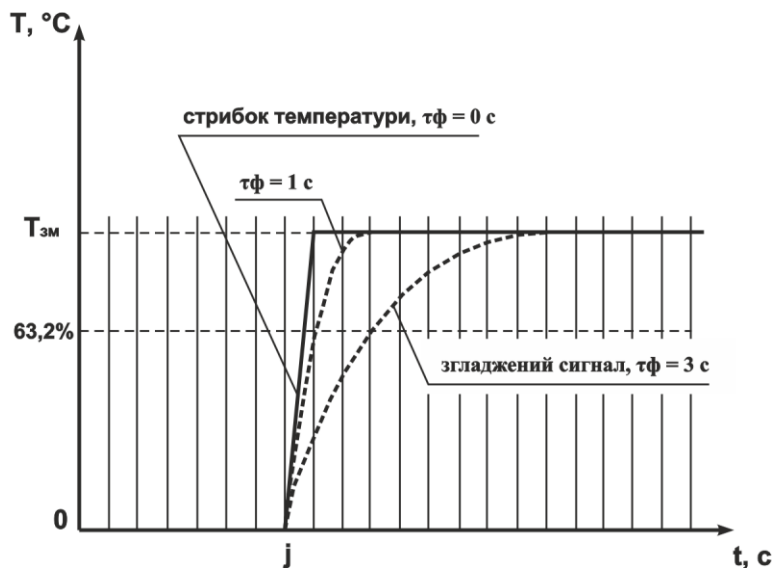

Рисунок 4
**2.2.6.2** Цифровий фільтр усуває шумові складові сигналу, здійснюючи його експоненціальне згладжування. Основною характеристикою експоненціального фільтру є « $\tau\Phi$ » - постійна часу цифрового фільтру, параметр  $F_{ft}$  - інтервал, протягом якого температура досягне 63,2% виміряного значення «Тизм» (рис. 4).